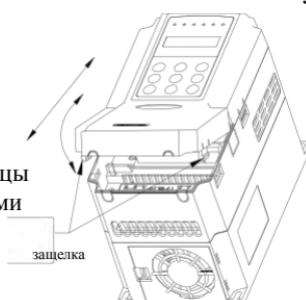

Рис.3-4 Демонтаж и сборка металлической крышки
- 2) соедините зажимную лапку с крюком вверху преобразователя, сильно надавите вниз пока штифт корпуса полностью не войдет в отверстия с обеих сторон, как показано на Рис.3-4.